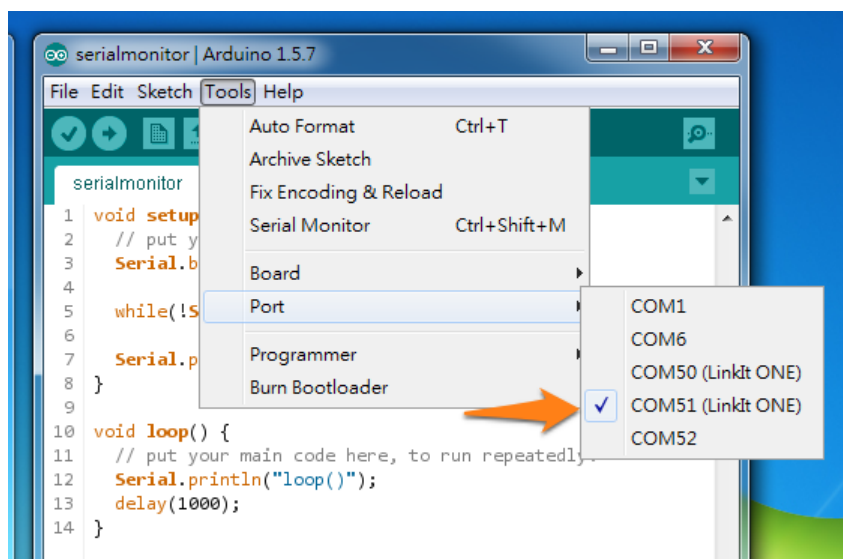

图 18 设置串口监视的接口
- 2) 在 Arduino Tools 菜单指向 Port 并电击 COMxx (LinkIt ONE)选项，如之前 Device Manager 里相同的 COM 号码，如图 18。